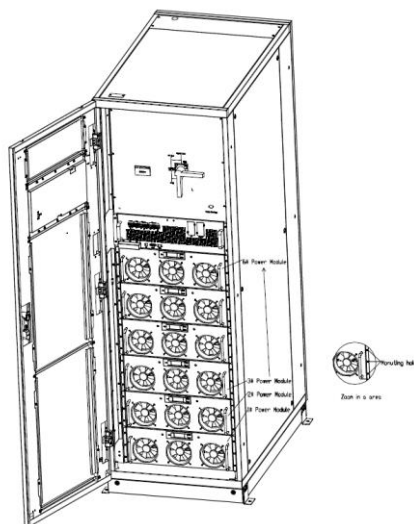

Figura 2-9 Installazione modulo di potenza
La posizione di installazione del modulo di potenza è mostrata nella Figura 2-9. Si prega di installare i moduli di potenza dal basso verso l'alto per evitare l'inclinazione dell'armadio. Le fasi di installazione del modulo di potenza sono le seguenti (prendere come esempio l'armadio a 6 slot):
- 4) Fissare il modulo all'armadio attraverso i fori di montaggio su due lati della piastra frontale del modulo, come mostrato in Figura 2-9.